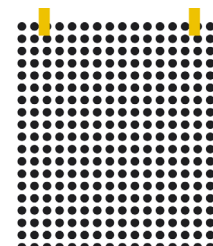

Figure 01
- Caler le film MICROCGUV par le haut à l'aide de bandelettes de Tiro de masquage. (FIG. 01)